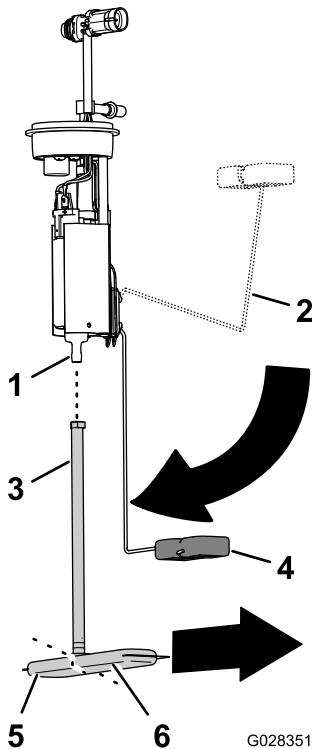

Figura 120
1. Détachez le tube d'aspiration du filtre à carburant du raccord de la pompe à carburant (Figura 120).
2. Alignez le tube d'aspiration du filtre à carburant de rechange et le raccord de la pompe à carburant (Figura 120).
3. Alignez la longue patte du filtre à carburant sur le flotteur quand le bras du flotteur est à la position réservoir vide (Figura 120).
4. Insérez le raccord de la pompe à carburant dans le tube d'aspiration jusqu'à ce que le raccord soit parfaitement engagé (Figura 120).
2. Insérez la pompe à carburant/transmetteur dans le goulot du réservoir (Figura 119 et Figura 120).